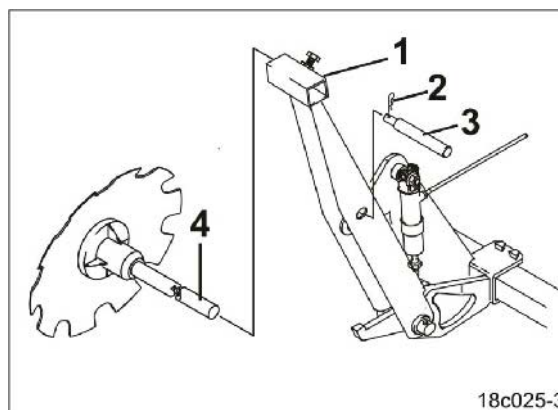

Рис. 135
1. Удерживайте кронштейн диска маркера (Рис. 135/1).
2. Снимите шплинт (Рис. 135/2).
3. Вытащите палец (Рис. 135/3).
10. Вставьте диски маркеров (Рис. 135/4) в кронштейн.